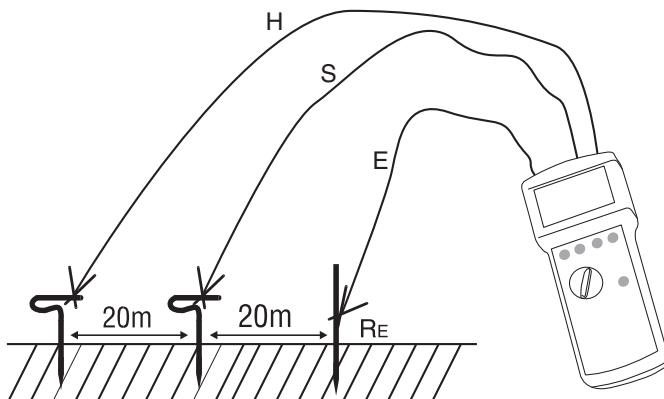

Ilustración 4: Medición con tres polos
- 1) Disponga las varillas de toma a tierra para el electrodo de conexión a tierra auxiliar y la sonda, como se muestra en la ilustración 4. Esta distribución también puede realizarse en forma triangular. La distancia entre la sonda y el conductor de tierra y entre la sonda y el electrodo de conexión a tierra auxiliar debe ser como mínimo de 20 m. Instale los cables con cuidado y compruebe que los cables no estén colocadas en paralelo entre sí y no se crucen, para evitar acoplamientos.
- 2) Conecte los cables de medición a las varillas de toma a tierra como se muestra en la ilustración 4.
- 3) Gire el interruptor selector de medición (13) a la posición "3 pol".
- 4) Seleccione la tensión de contacto con la tecla "UL" (11).
- 5) Si lo desea, elija la selección de frecuencia manual con la tecla "auto/man" (16) y la frecuencia de medición con la tecla "f1/f2" (12).
- 6) Pulse la tecla "Start" (14).